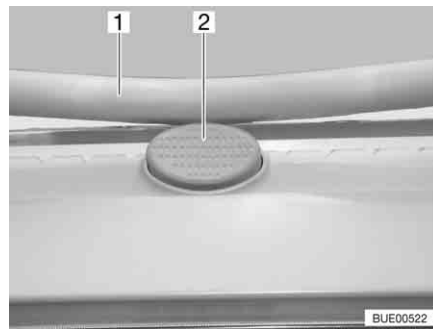

Bild 84 Sicherungsknopf an der Heki-Dachhaube
- Den Sicherungsknopf (Bild 84,2) drücken und den Bügel (Bild 84,1) mit beiden Händen nach unten ziehen.
- Den Bügel mit beiden Händen nach oben drücken, bis der Bügel oberhalb des Sicherungsknopfes (Bild 84,2) liegt.